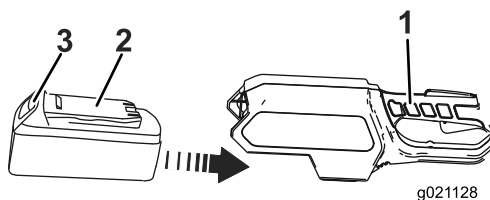

Figura 7
1. Alinee la lengüeta de la batería con el hueco correspondiente de la carcasa de la empuñadura (Figura 7).
2. Sujete la empuñadura del gatillo (Figura 7).